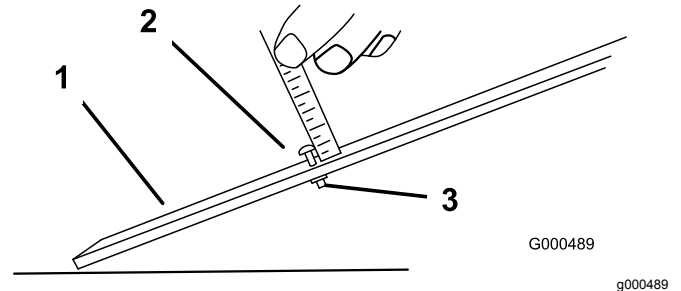

Figura 10
- Desaperte a porca da barra indicadora e regule o parafuso de ajuste para a altura de corte desejada (Figura 10).